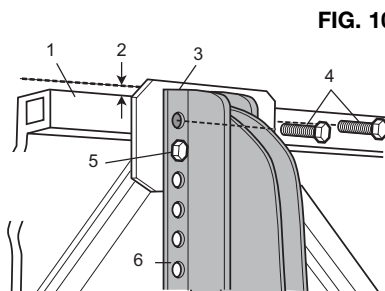

FIG. 10
Avvertenza: il braccio della porta deve sporgere 13 mm circa sopra il bordo superiore della porta (Fig. 10 o 11). Se non è così, verificare le posizioni dei fori servendosi della maschera di foratura.
- Scegliere e segnare i fori (2) della maschera di foratura in modo che le viti offrano il miglior fissaggio possibile sulla porta (la collocazione ottimale dei fori è sulla controventatura principale della porta, cfr. Fig. 10 e 11). Se possibile, utilizzare viti supplementari.